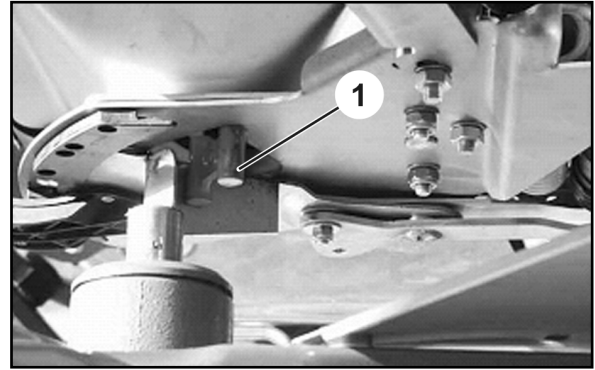

Fig. 61
6. Através da secção transversal da abertura de passagem agora libertada deverá ser possível empurrar sem dificuldades o calibre de ajuste (Fig. 61/1) (opção, n.º de encomenda: 915018).